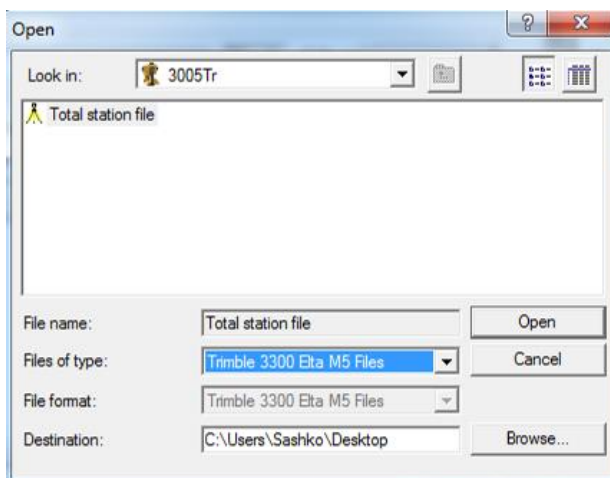

Рисунок 1.6 – Вибір файлу для передачі
5. Натискаємо кнопку **Додати [Добавить]** та вибираємо який з наявних на приладі файлів хочемо зберегти (**Total station file**). Для зміни місця збереження файлу – міняємо значення рядка **Місце призначення [Destination]** натиснувши кнопку **Перегляд [Browse]** (рис. 1.6). Натискаємо **Відкрити [Open]**.